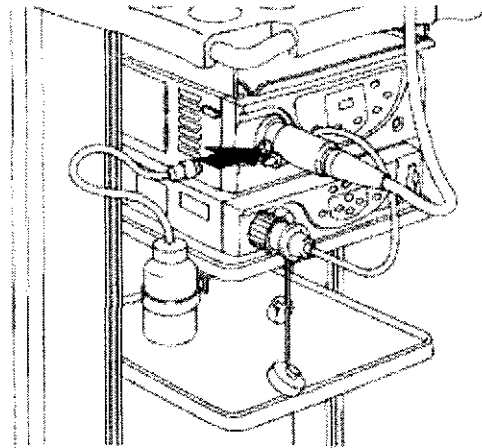

Figura 3.9.2: Conexión de tanque de suministro de agua.
- 5) Conectar el conector del tanque de suministro de agua al endoscopio (ver figura 3.9.2).